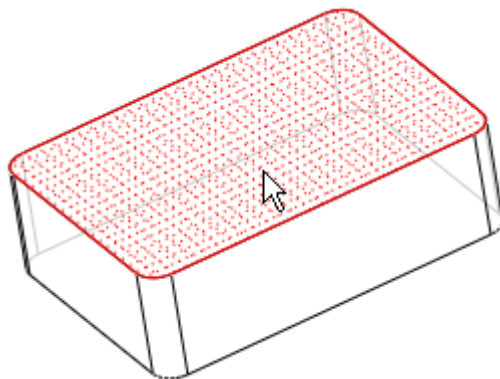

图 52-5
- (1) 单击菜单【插入】 【高级】 【剖面圆顶】 【混合】 | 【无轮廓】 | 【完成】。
- (2) 系统提示“选取圆盖的曲面”，选择长方体的上表面，如图 52-5 所示。